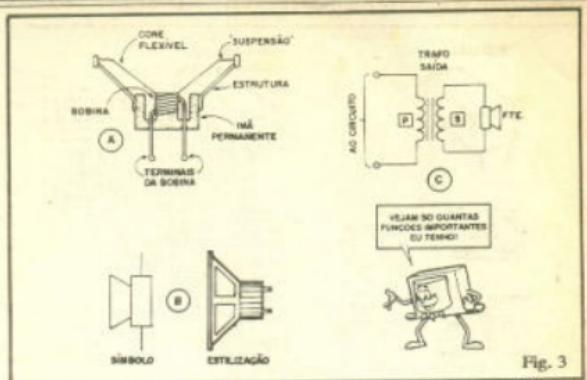

Fig. 3
- FIG. 3-A - "Corte" da estrutura de um alto-falante eletro-magnético comum. O arranjo permite "traduzir" ou "transformar" energia elétrica "pulsante" (CC pulsada, ou CA) em energia mecânica, ou seja: SOM, gerado pelo movimento das moléculas que formam o ar ambiente! A bobina (pequena) é solidária (presa) a um cone de material leve e flexível (papelão, plástico, etc.) instalada em torno de um imã permanente (não um eletroimã, mas sim um imã permanente, notem bem...). Esse imã fornece um campo magnético constante e uniforme, dentro do qual a bobina está imersa. Quando corrente magnética percorre a bobina, esta funciona como um pequeno eletroimã, gerando ao seu redor um pequeno campo magnético, proporcional (em intensidade e "velocidade") à corrente que a excita. A interação magnética entre o campo permanente do imã e o variável da bobina, faz com que este se movimente para frente e para trás (o imã a "puxa" ou a "expulsa", dependendo da polaridade do eletrô-campo momentaneamente gerado...). Tal movimento é transmitido ao cone flexível (que é relativamente "livre" devido à sua fixação via "suspensão" mecânica (ver fig.). O cone, por sua vez, transmite seu movimento ao ar que o circunda. As rápidas movimentações das moléculas que formam o ar ambiente geram pequenas compressões e descompressões que não mais são do que o SOM, percebido pelos nossos timpanos (falaremos em profundidade sobre isso, em futura "Lição" específica).
- FIG. 3-B - Mostra o símbolo e a estilização usados para representar os alto-falantes comuns, respectivamente nos esquemas ou "chapeados" (diagrama de montagem) dos circuitos.
- FIG. 3-C - Para que a energia seja transmitida com a máxima eficiência, do circuito para o alto-falante, é comum que se deva promover um "casamento" na IMPEDÂNCIA (impedância é a grandeza que determina a resistência específica de um componente ou circuito à passagem de Corrente Alternada ou Pulsátil...) deste com aquele... Nesse caso, aplica-se o componente conhecido como TRANSFORMADOR DE SAÍDA, normalmente apresentando um primário (P) de impedância relativamente elevada, e um secundário de impedância baixa (idêntica à do alto-falante - normalmente 4 ou 8 ohms - IM-